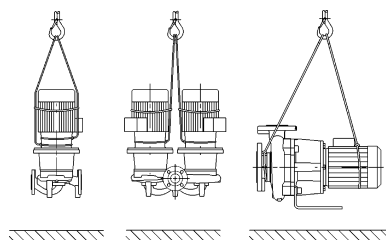

Fig. 7: Přeprava čerpadla
- Přepravní oka na motoru přitom slouží výhradně k vedení při uchopení břemena (Fig. 7).